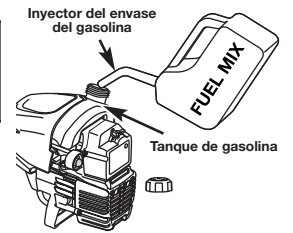

Fig. 4
2. Coloque el pico del recipiente de gasolina en el orificio de llenado del tanque de gasolina (Fig. 4) y llene el tanque.